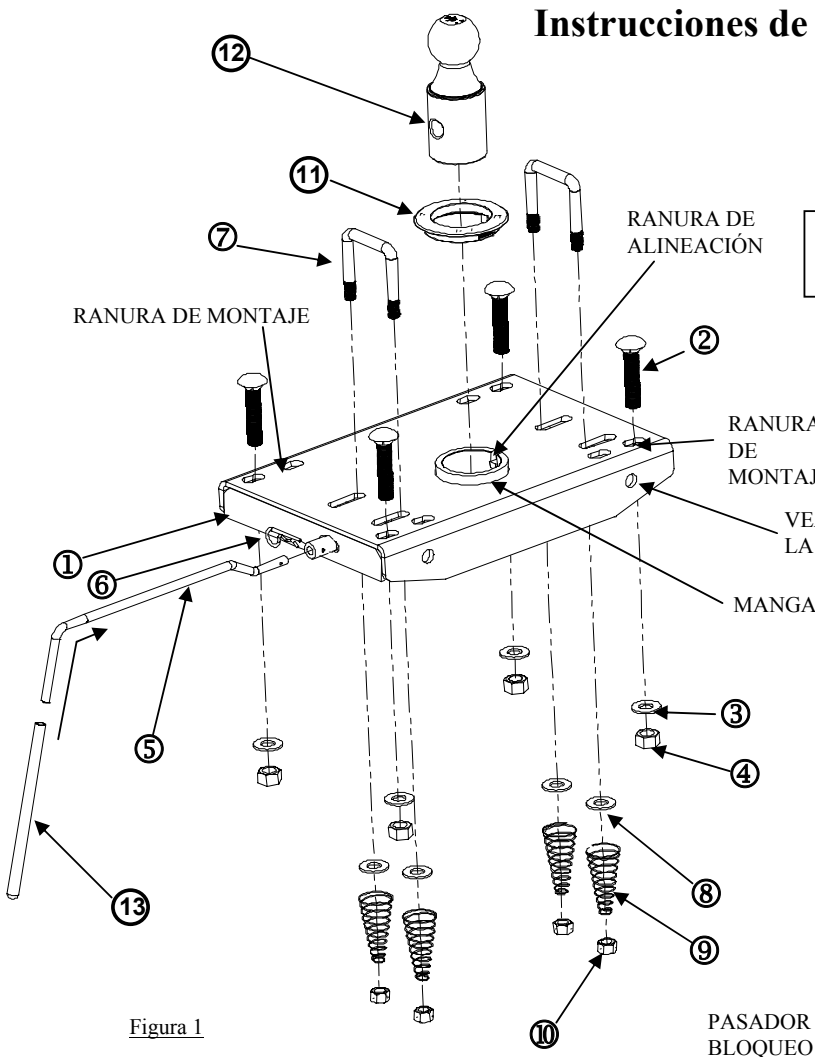

Figura 1
11. Desde la parte inferior del vehículo, instale las arandelas planas de 1/2", los resortes del perno en U y las tuercas de bloqueo de 1/2" (VER LA FIGURA 1 Y 2). Apriete las tuercas de manera que un mínimo de 3 roscas queden visibles en las tuercas. 12. Instale el aro de ajuste con la lengüeta de alineación en la ranura de la manga de la bola.